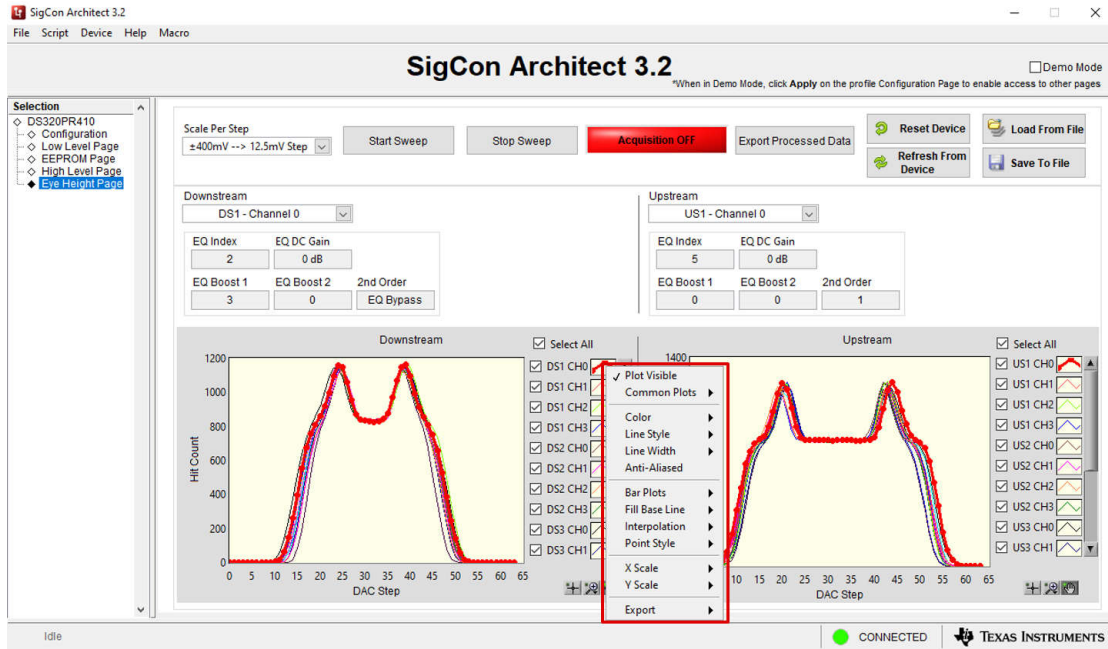

图 6-8. 眼高页面：自定义图
6. 此外，可以通过点击每个通道旁边的图图标来自定义图。图 6-8 展示了一个示例自定义菜单。